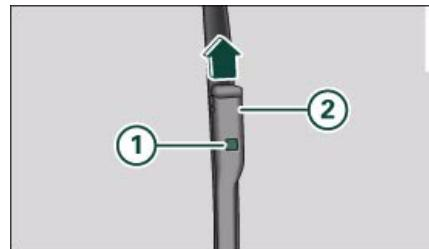

Fig. 53 Desmontar las escobillas del limpiaparabrisas
- Pulse el botón de bloqueo ① que hay junto a la escobilla ⇒ fig. 53. Aguante al mismo tiempo la escobilla.